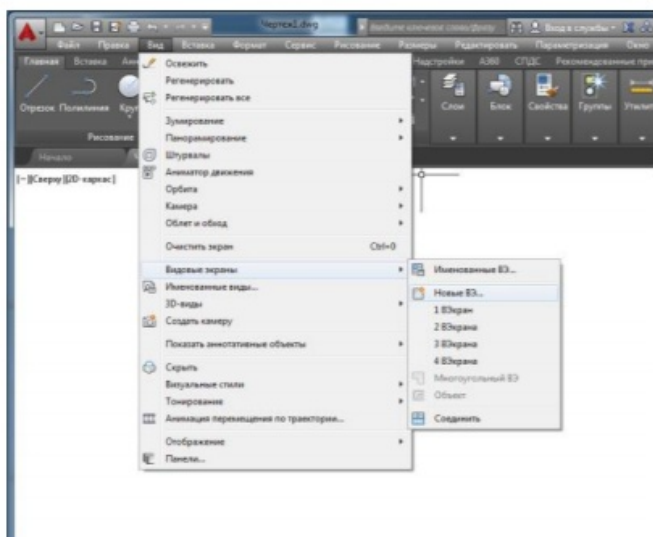
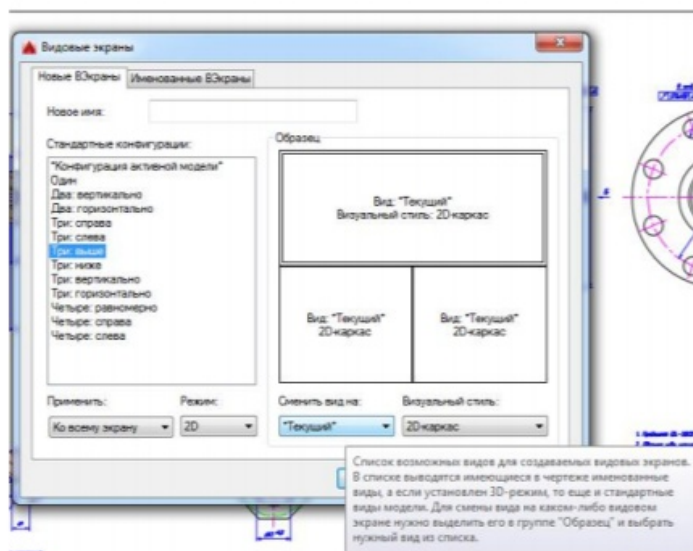

Рис. 9
Рис. 10
14. Сейчас в графической зоне AutoCADa по умолчанию открыт единственный видовой экран, полностью занимающий окно. Чтобы создать дополнительные видовые экраны, выберите в меню пункт Вид Видовые экраны. Появится подменю со стандартными вариантами компоновок (рис. 9), в котором выберите пункт "Новые ВЭ...". В открывшемся окне просмотрите имеющиеся варианты компоновки видовых экранов и сделайте выбор, аналогичный рис.10.
15. Настройте изображения в 3-х видовых экранах, используя именованные виды: поочередно делайте окна активными, щелкнув на них мышкой. С помощью списка видов, открывающегося нажатием кнопки "Сменить вид на:" (рис.10), установите в одном экране общий вид, а в остальных – отдельные фрагменты. Нажмите "ОК".